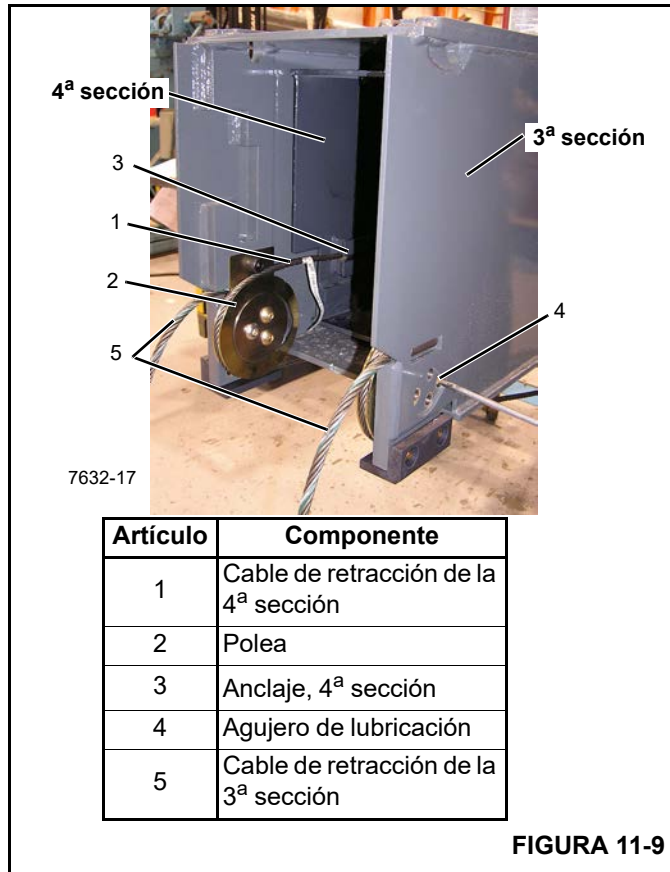

FIGURA 11-9
NOTA: El agujero de engrase se debe alinear con el agujero en el retenedor de la placa retenedora y el agujero de lubricación (4) (Figura 11-9) en la 3ª sección de la pluma.
5. Enhebre el cable de retracción de la 4ª sección (1) alrededor de la polea del cable (2) (Figura 11-9).
6. Instale el extremo de botón de cable de retracción de la 3ª sección en el anclaje de la 4ª sección (3).
8. Aplique grasa a la polea del cable de retracción a través del agujero de lubricación (4) en la 3ª sección. Se requiere el adaptador de pistola engrasadora (N/P 955045) para lubricar las poleas internas. Comuníquese con Crane Care para obtener esta punta.